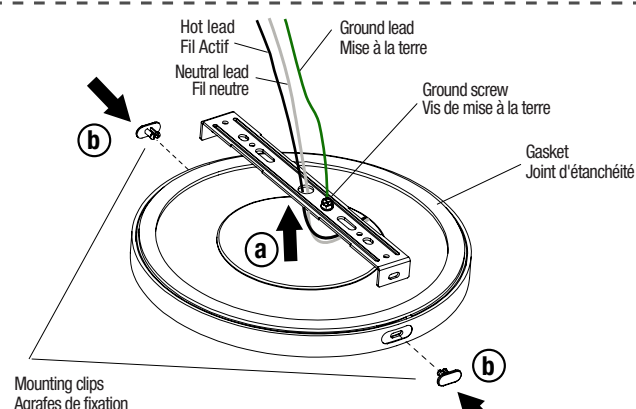

Fig. 3
1. Connect the ground green lead to the ground screw of the mounting bracket (see Fig. 3).
5. Fit the luminaire back side grooves with the ceiling mounted bracket. Secure the luminaire with the two (2) fixation clips as shown in Fig. 3.
1. Connecter le fil de mise à la terre vert à la vis de mise à la terre du support de montage (voir la Fig. 3).
5. Superposer les rainures latérales de l'arrière du luminaire sur le support de montage déjà installé au plafond. Sécuriser le luminaire avec les deux (2) agrafes de fixation comme indiqué dans la Fig. 3.